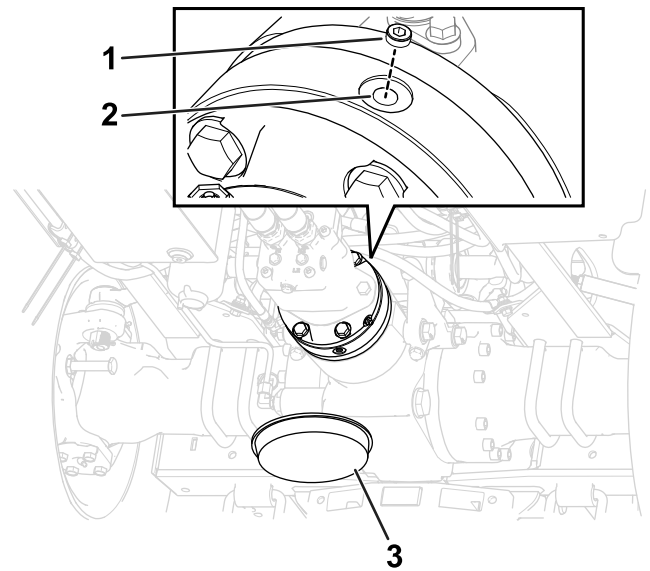

Figura 104
5. Retire el tapón de llenado de la parte superior del alojamiento del freno (Figura 104).
7. Instale el tapón de llenado en el orificio de llenado (Figura 104).